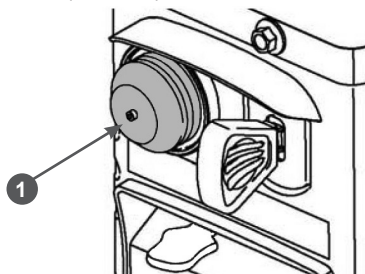

Рис. 40 Расположение ручного топливного насоса
7. Для запуска холодного двигателя нажмите 3 раза на ручную топливный насос 1 (Рис. 40).